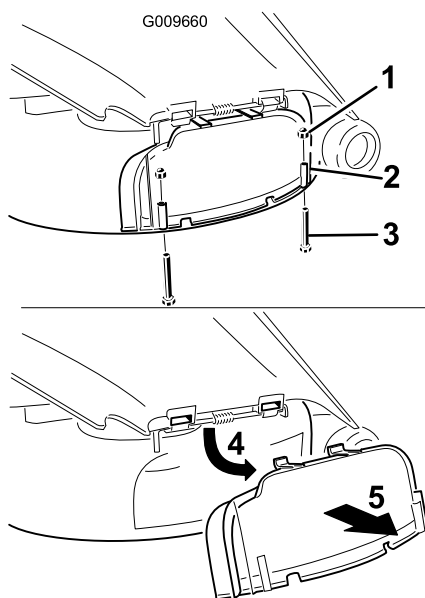

Figura 25
3. Remova os 2 parafusos e porcas que fixam a cobertura de descarga ao cortador (Figura 25).